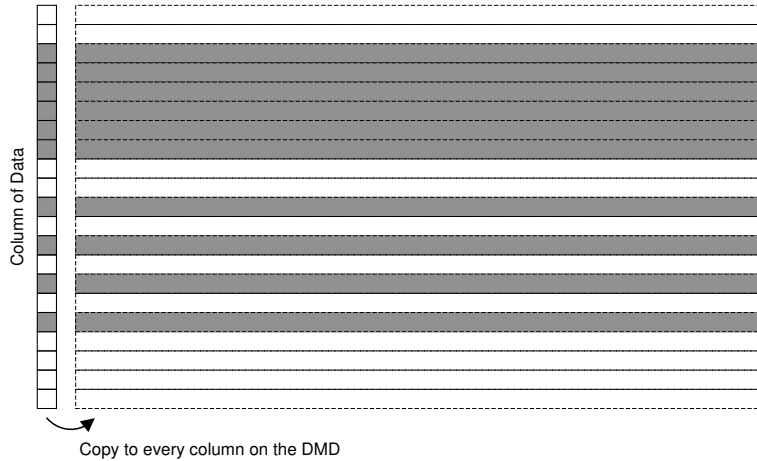
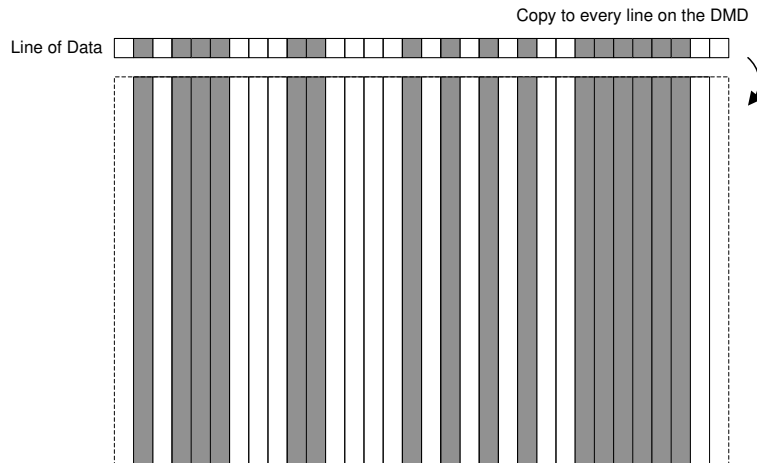

図 6-12. 列の複製
図 6-13. 行の複製
- 内部パターン モードは 1D パターンのみをサポートしており、つまりパターン データは DMD の行または列全体で同一になります (図 6-12、図 6-13)。